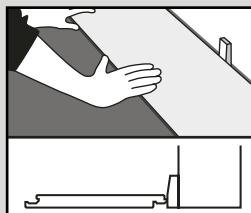

Fig. 1
1. Begin met een hele plank/tegel langs de muur en bereken hoeveel breedtes er voor de hele kamer nodig zijn. Als dit betekent dat er een rij smalle planken/ tegels tegen de tegenoverliggende muur komt, snijd u de eerste rij bij. Leg dit product met de messing-/ gesneden kant naar de muur. Breng afstandhouders van 5 mm tussen de plank/tegel en de muur aan (Fig. 1).